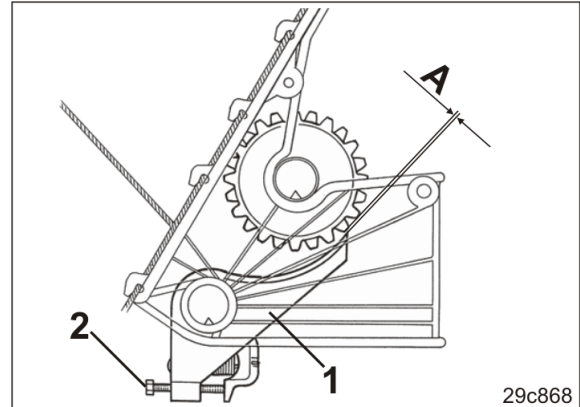

Рис. 236
2. Перевірте донні заслінки висівальних коробок (Рис. 236/1) на легкість ходу.
Відстань «А» (Рис. 236) між донною заслінкою висівальної коробки і висівальною катушкою становить від 0,1 до 0,5 мм.
5. За допомогою гвинта (Рис. 236/2) налаштуйте встановлену відстань.